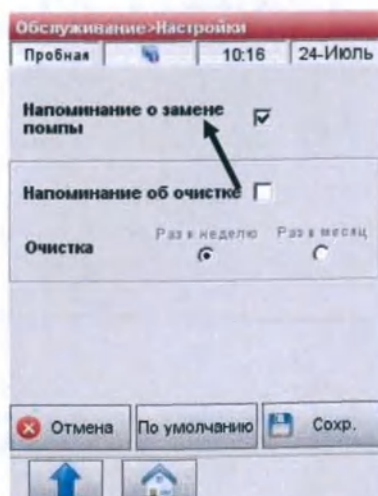

Рис.7-19 Замена помпы
4. На экране **<Настройки>** (Рис.7-19) вы можете выбрать опцию **<Напомнить о замене помпы>**.